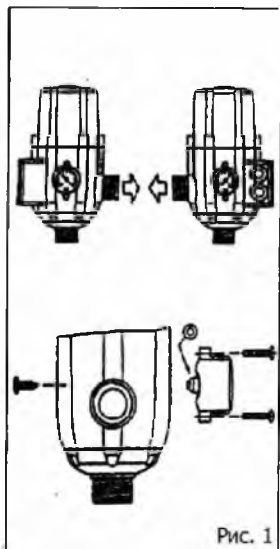
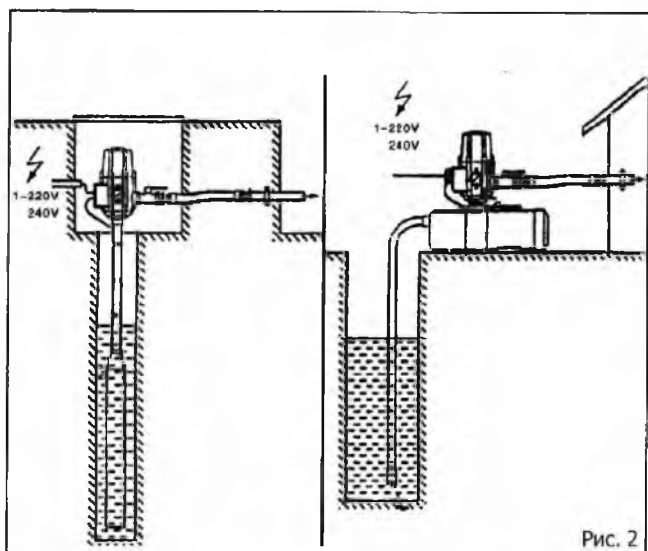

Рис. 1
Рис. 2
1. Манометр может быть смонтирован на одной из двух сторон блока автоматики (рис. 1), при помощи кольцевого уплотнения и двух крепежных винтов. Выбрав удобное расположение манометра, с противоположной стороны заглушите отверстие при помощи винта без использования какого-либо уплотнения. Установите блок автоматики строго в вертикальном положении (рис. 2) в любой точке, расположенной между подачей насоса и первой точкой водоразбора (кран) таким образом, чтобы входное отверстие (наружная резьба 1") соединялось с направлением выхода потока воды из насоса, а боковое выходное отверстие (наружная резьба 1") соответствовало направлению потока в трубопроводе. Удостовериться в полной герметичности гидравлических соединений. В случае использования электронасоса с максимальным давлением свыше 10 бар необходимо установить редуктор давления на входе в блок автоматики.